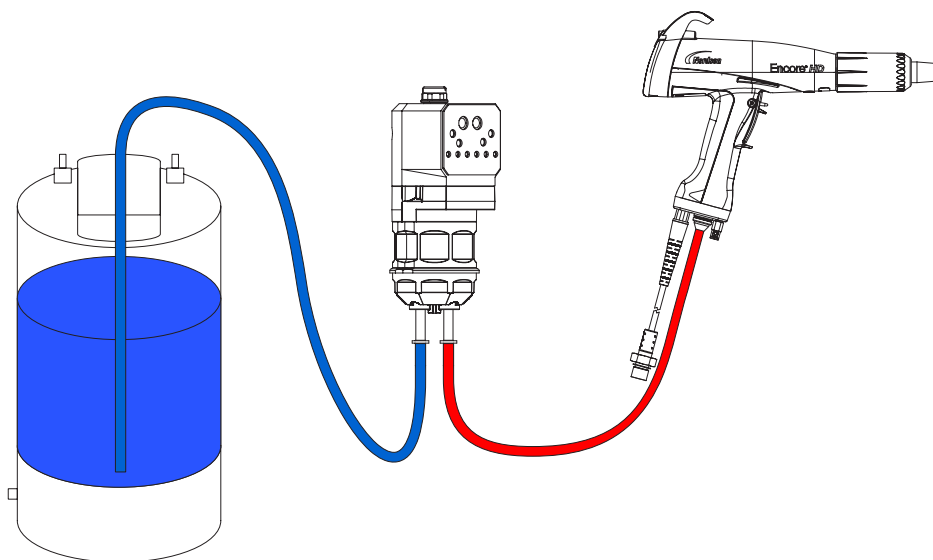

Figura 13 Collegamenti dei tubi
1. Collegare il tubo di aspirazione come illustrato nella Figura 13.